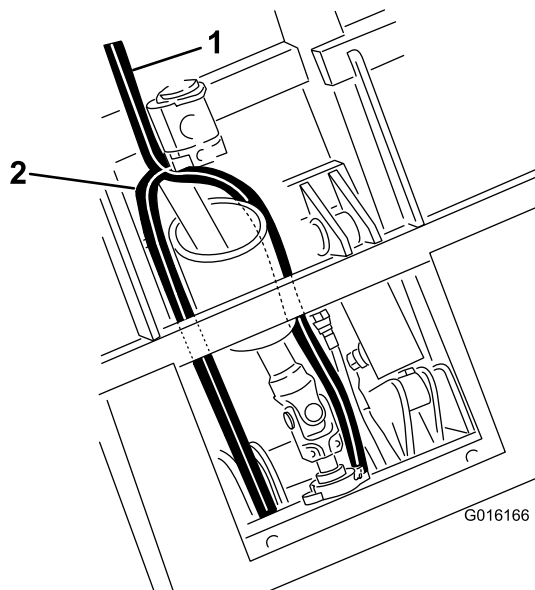

Рисунок 107
- Направьте шланг бака под подъемным цилиндром и между крепежными кронштейнами цилиндра к клапану (Рисунок 107).
- Проложите напорный шланг вдоль вала механизма отбора мощности к клапану (Рисунок 107).